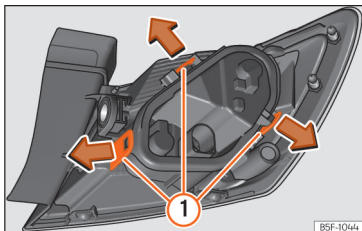

Fig. 64 Linguette di fissaggio nella parte posteriore del fanale di coda.
- Smontare il portalampada »» **fig. 64** sbloccando le linguette di fissaggio ①.